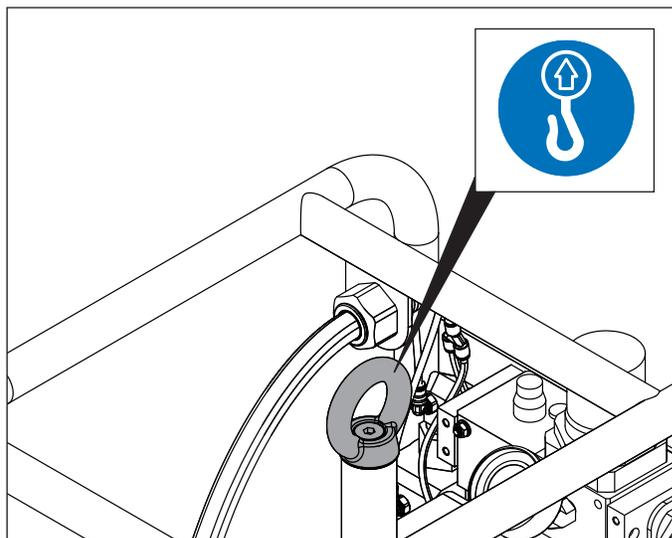

Figura 7: Olhal de levantamento da bomba
- Levante a bomba usando apenas o olhal de elevação integrado. Veja a Figura 7 para saber a localização. NÃO use a skid de proteção, reservatório hidráulico ou carcaça do motor a ar como um ponto de levantamento.